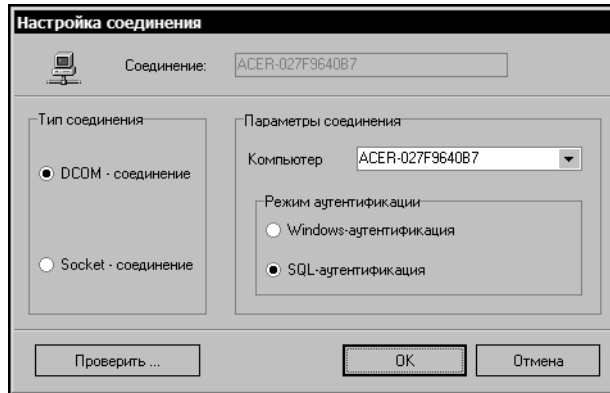

Рис. 23.2. Настройка DCOM-соединения с сервером приложений ЛОЦМАН:PLM
2. В открывшемся окне **Настройка соединения** (рис. 23.2) выберите тип соединения с сервером ЛОЦМАН:PLM — установите маркер напротив соответствующей опции в левой части окна.
DCOM	Выберите из раскрывающегося списка компьютеров тот, на котором установлен сервер приложений (рис. 23.2).